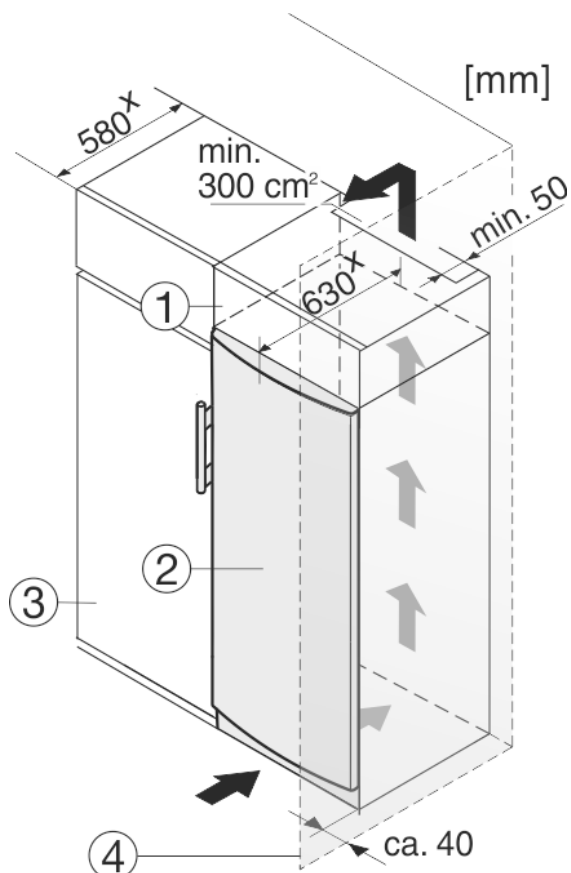

Fig. 9
- (1) Nastavná skříňka
- (2) Přístroj
- (3) Kuchyňská skříň
- (4) Stěna
Přístroj lze zabudovat do kuchyňských skříní. K vyrovnání přístroje *Fig. 9 (2)* na výšku kuchyňské linky lze na přístroj nasadit nástavec *Fig. 9 (1)*.
Při montáži do kuchyňských skříní (hloubka max. 580 mm) lze přístroj instalovat hned vedle kuchyňské skříně *Fig. 9 (3)*. Přístroj přesahuje přední stěnu kuchyňské skříně na stranách o 34 mm^x a uprostřed o 50 mm^x.
Když se přístroj instaluje závěsy vedle stěny *Fig. 9 (4)*, musí být vzdálenost přístroje od stěny alespoň 40 mm. To odpovídá přesahu madla při otevřených dveřích.